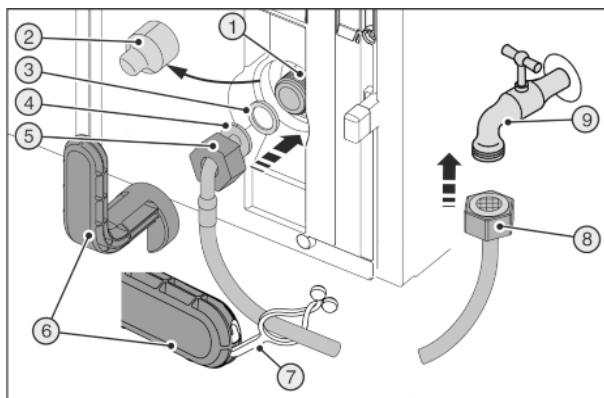
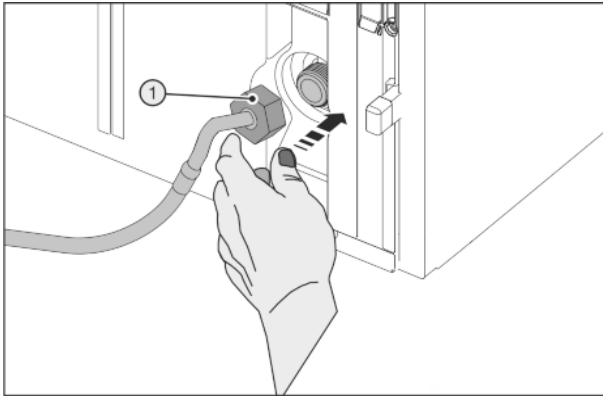

Fig. 28
Fig. 29
Gebroken hulpgereedschap Fig. 28 (6)!
- ▶ Hulpgereedschap Fig. 28 (6) uitsluitend op kamertemperatuur gebruiken.
- ▶ Afdekking Fig. 28 (2) eraf trekken.
- ▶ Gemakkelijkere montage: Recht uiteinde van de slang Fig. 28 (8) aan de linkerkant op de bodem leggen.
- ▶ Schuif de moer Fig. 28 (5) via het haakse uiteinde van de slang Fig. 28 (4) tot aan het uiteinde en houd de moer vast.
- ▶ Afdichting Fig. 28 (3) bevochtigen en in de moer Fig. 28 (5) aandrukken.
- ▶ De afdichting Fig. 28 (3) zit er vlak tegenaan en wordt licht vastgehouden.
► De moer Fig. 29 (1) voorzichtig aanbrengen en met twee vingers recht op de schroefdraad draaien tot een correcte passing wordt bereikt.
► De moer Fig. 29 (1) moet met het hulpgereedschap Fig. 28 (6) rechtstom worden vastgedraaid tot het maximale aanhaalmoment is bereikt en het hulpgereedschap Fig. 28 (6) is dolgedraaid.
► De moer Fig. 28 (8) op de afsluitkraan Fig. 28 (9) schroeven.
► De moer Fig. 28 (8) moet met het hulpgereedschap Fig. 28 (6) rechtstom worden vastgedraaid tot het maximale aanhaalmoment is bereikt en het hulpgereedschap Fig. 28 (6) is dolgedraaid.
► De afsluitkraan Fig. 28 (9) van de watervoorziening openen en het volledige watersysteem op dichtheid controleren.
► De lus Fig. 28 (7) in het hulpgereedschap Fig. 28 (6) aanbrengen en voor het opbergen aan de roestvrijstalen slang bevestigen.